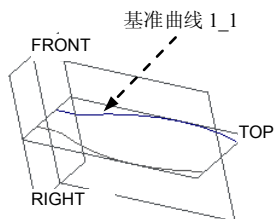

图 6.7.4 创建基准曲线 1_1
Step3. 镜像基准曲线 1，得到图 6.7.4 所示的基准曲线 1_1。
(1) 选择下拉菜单 **编辑(E)** \rightarrow **特征(F) > 镜像(M)** 命令，在弹出的菜单中选择 **Copy(复制)** \rightarrow **Mirror(镜像)** \rightarrow **Select(选择)** \rightarrow **Independent(独立)** \rightarrow **Done(完成)** 命令。